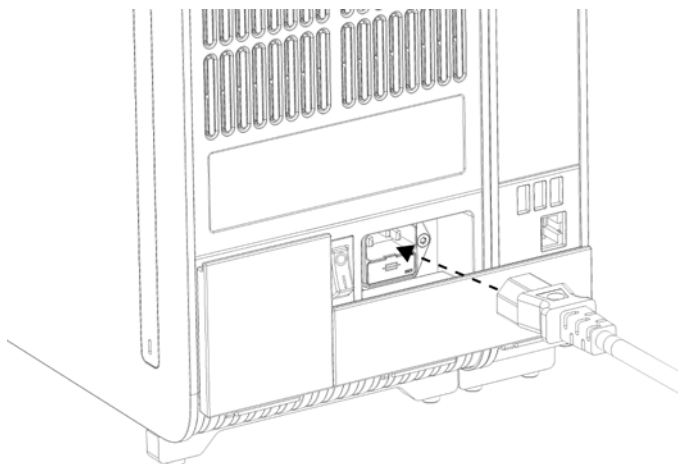

Рис. 10. Подсоединение кабеля питания.
7. Подсоедините кабель питания, входящий в комплект поставки QIAstat-Dx Analyzer 1.0, к задней панели аналитического модуля (рис. 10).